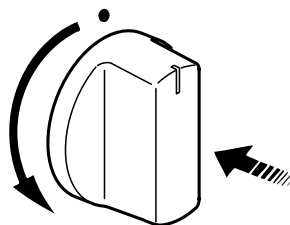

Рис. 1.3
- 2 – Для электрического розжига вдавите до конца регулятор (Рис. 1.2) и, удерживая в таком положении, поверните его против часовой стрелки (Рис. 1.3) до положения **MAX**.